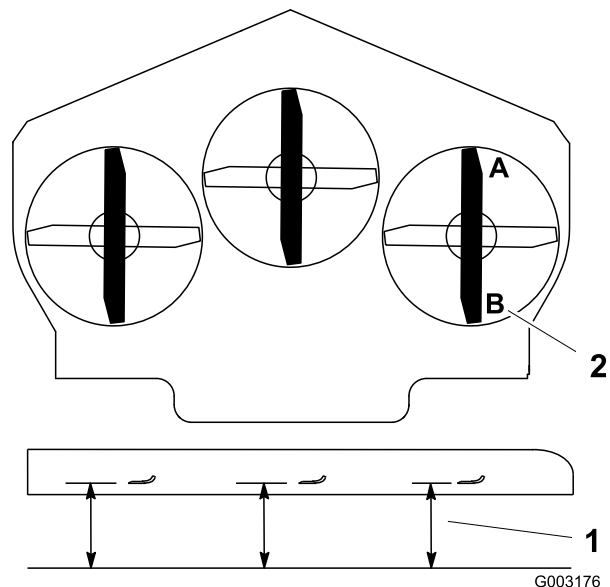

Bild 73
- Stellen Sie das rechte Schnittmesser in Längsrichtung (Bild 73).
- Messen Sie das rechte Messer an der Stelle **A** von einer ebenen Oberfläche bis zur Schnittkante der Messer (Bild 73).
4. Messen Sie das rechte Messer an der Stelle **B** von einer ebenen Oberfläche bis zur Schnittkante der Messer (Bild 73).
6. Das Schnittmesser sollte an Stelle **A** 6 mm bis 10 mm niedriger sein als an Stelle **B** (Bild 73). Sollte die Einstellung nicht richtig sein, machen Sie mit den folgenden Schritten weiter.